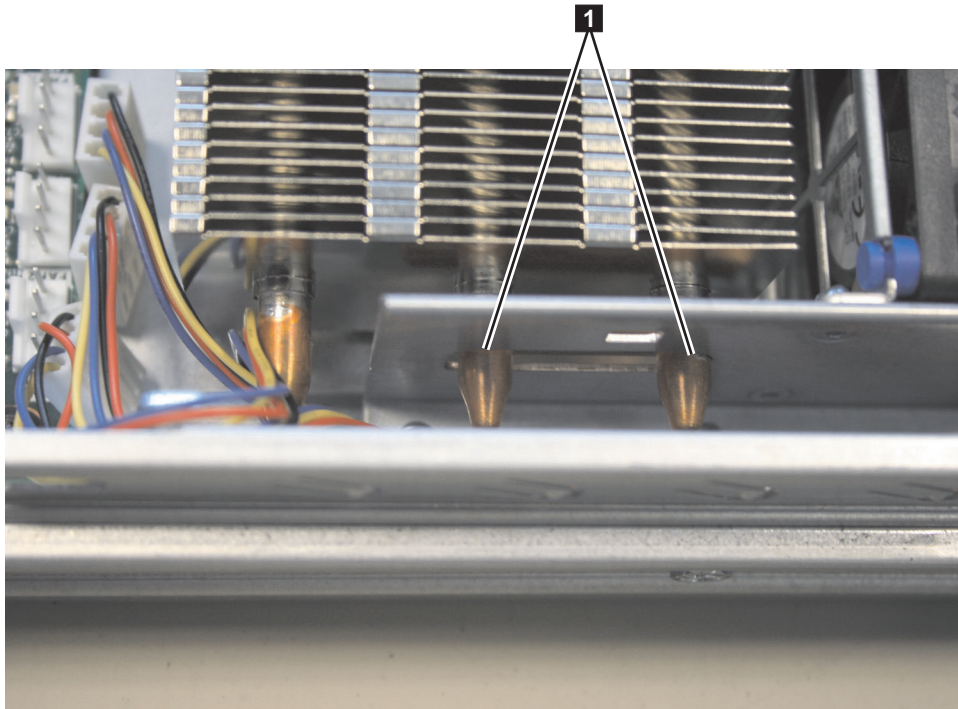

図 266. SAN ボリューム・コントローラー 2145-8A4 熱交換器アセンブリーの調整ピン
5. 熱交換器アセンブリが図示したような角度になるようにして、熱交換器アセンブリと、システム・ボード上のマイクロプロセッサおよび熱交換器の保持モジュール (ソケット) を注意深く位置合わせします。 312 ページの図 266 に示すように、位置合わせピン **1** が、位置合わせ穴 (熱交換器ブラケットの側面の開口部) から突き出ていること、およびヒートシンクのフランジが熱交換器ソケットのへりの下にあることを確認します。